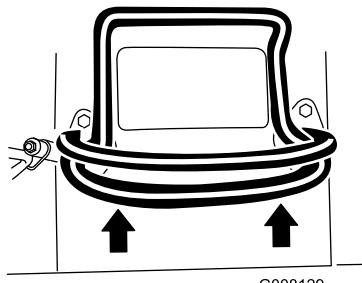
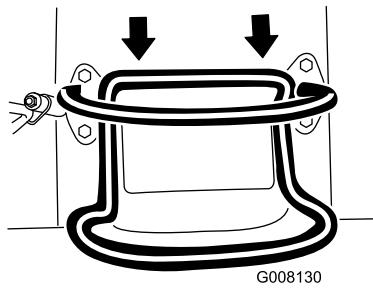

Bild 6
Bild 7
- Bewegen Sie den Fahrantreibshebel nach vorne, um vorwärts zu fahren (Bild 6).
- Bewegen Sie den Fahrantreibshebel nach hinten, um rückwärts zu fahren (Bild 7). **Schauen Sie beim Rückwärtsfahren nach hinten und achten Sie auf Hindernisse, fassen Sie den Anschlagbügel mit den Händen an (Bild 6).**